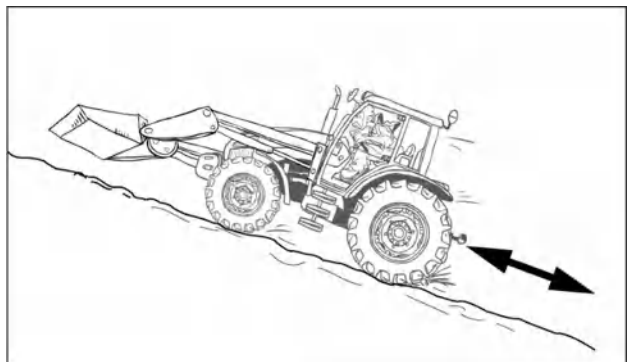

Рис. 2-37
- Трактор с нагруженной передней частью (например, погрузчик, ковш и т. д.) и без заднего прицепа должен двигаться вниз по склону задним ходом, а вверх по склону — передним ходом. Всегда располагайте ковш погрузчика как можно ниже (рис. 2-37). [6.1.1]